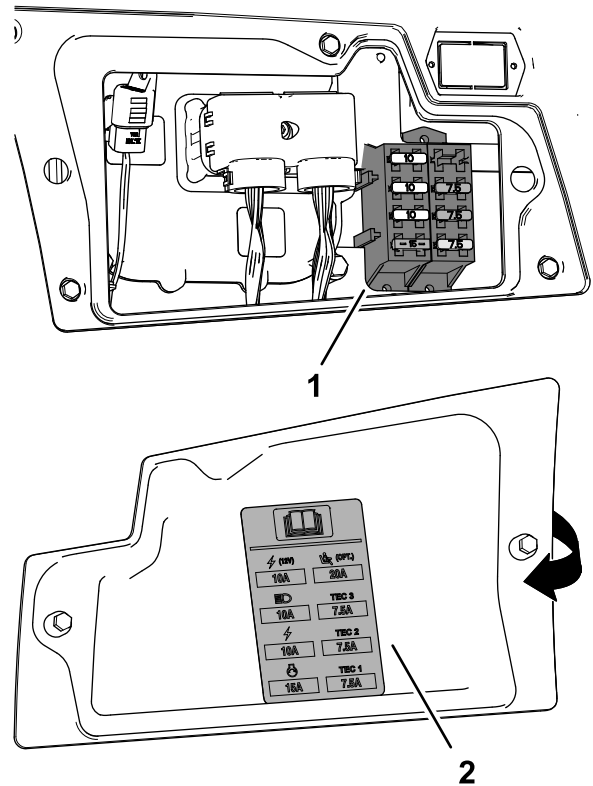

图 88
3. 将熔断的保险丝 图 88 更换为具有相同类型和额定安培数的保险丝。